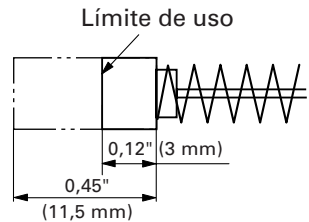

Fig. 24
5. Inspección de las escobillas de carbón (Fig. 24)